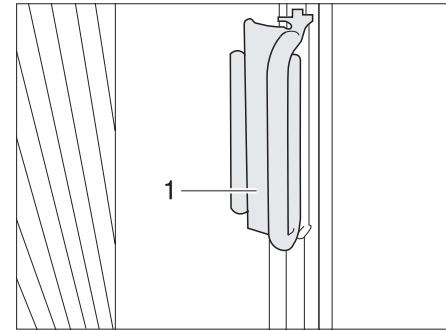

Bild 4 Plisségardin, låsanordning
- ▶ Håll i plisségardinernas handtag på båda sidor och dra dem i handtaget (Bild 4,1) försiktigt till mitten av vindrutan tills magnetlåset håller plisségardinen stängd.
- ▶ Skjut handtaget (Bild 4,1) på avsatsen. Plisségardinen är säkrad.